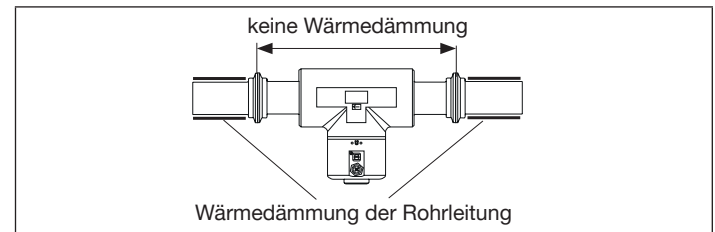
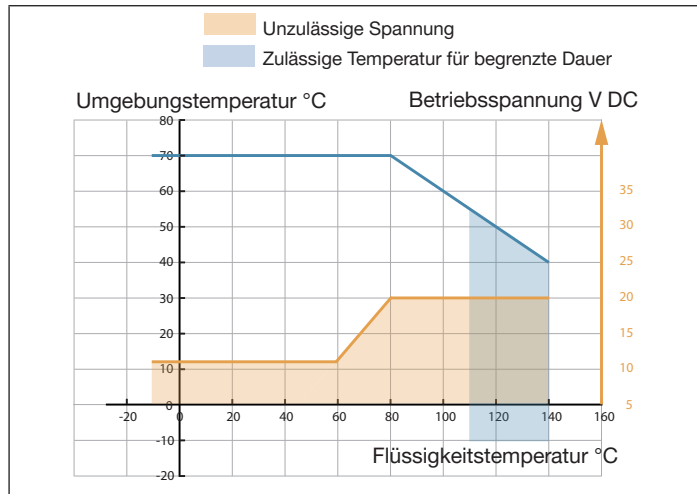

Bild 10: Wärmedämmung der Rohrleitung
Bild 14: Mindestversorgungsspannung je nach Umgebungstemperatur und Flüssigkeitstemperatur
- Wenn die Rohrleitung mit einer Wärmedämmung versehen ist, das Messrohr des Geräts nicht thermisch isolieren, damit die Temperatur im Gerät unterhalb 70° C liegt. Siehe „Bild 10“ und „Bild 14“ für die Mindestversorgungsspannung.
- Mindestversorgungsspannung beachten, siehe „Bild 14“